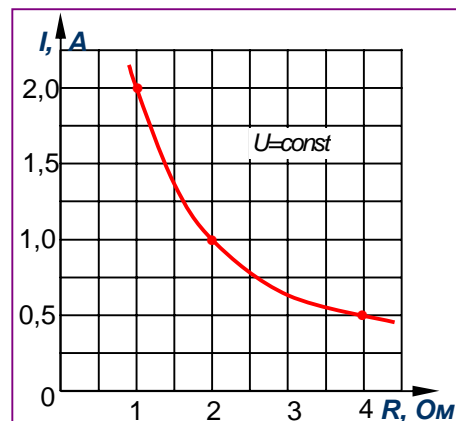

Рис. 90. Зависимость силы тока I от сопротивления R при $U=const$
3⁰. На рис. 90 изображен график зависимости силы тока от сопротивления проводника при одном и том же напряжении на его концах. По горизонтальной оси отложены значения сопротивления R , в омах. По вертикальной оси – сила тока I в амперах.
5. Определите по графику (*рис. 90*) сопротивление исследуемых проводников.